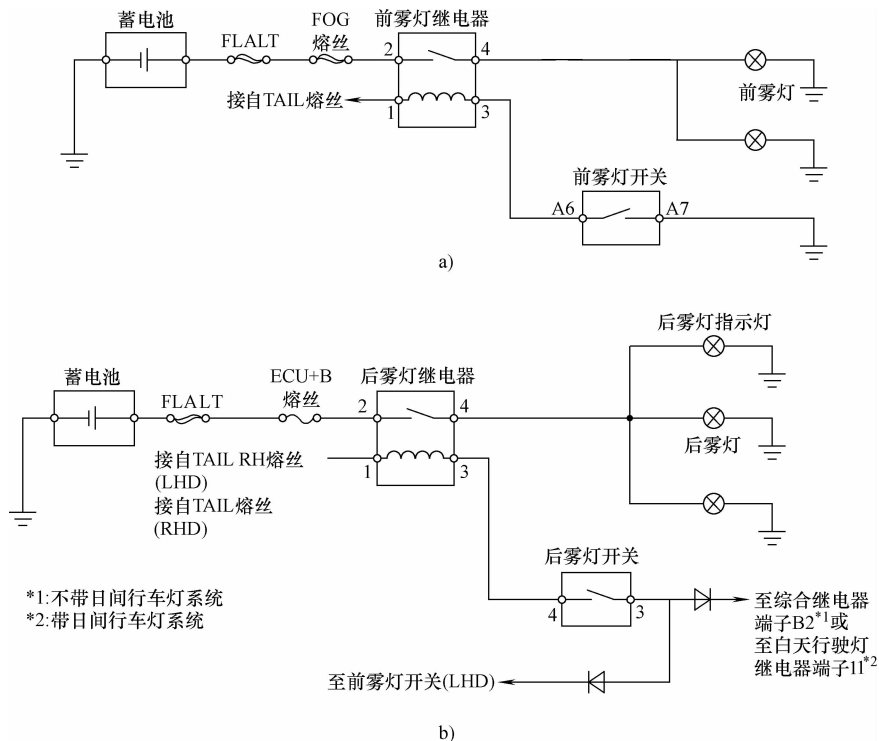

图 4-15 雾灯控制电路
①故障原因：灯泡烧毁；搭铁松动；线路断路。
②故障诊断与排除：检查灯泡是否烧毁，烧毁则予以更换；检查搭铁和线路是否有松动和断路现象，有则予以修复。
### (3) 雾灯的故障诊断与排除 雾灯控制电路如图 4-15 所示。故障表现为前雾灯不工作。